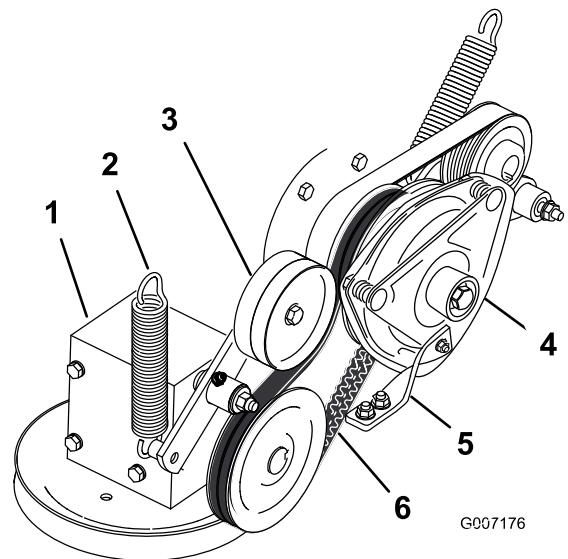

Figura 68
- Retire el muelle del brazo de la polea tensora (Figura 68).
- Instale la correa de transmisión de la PTO alrededor de la polea del embrague y la polea de la caja de engranajes (Figura 68).
- Instale el muelle en el brazo tensor (Figura 68).